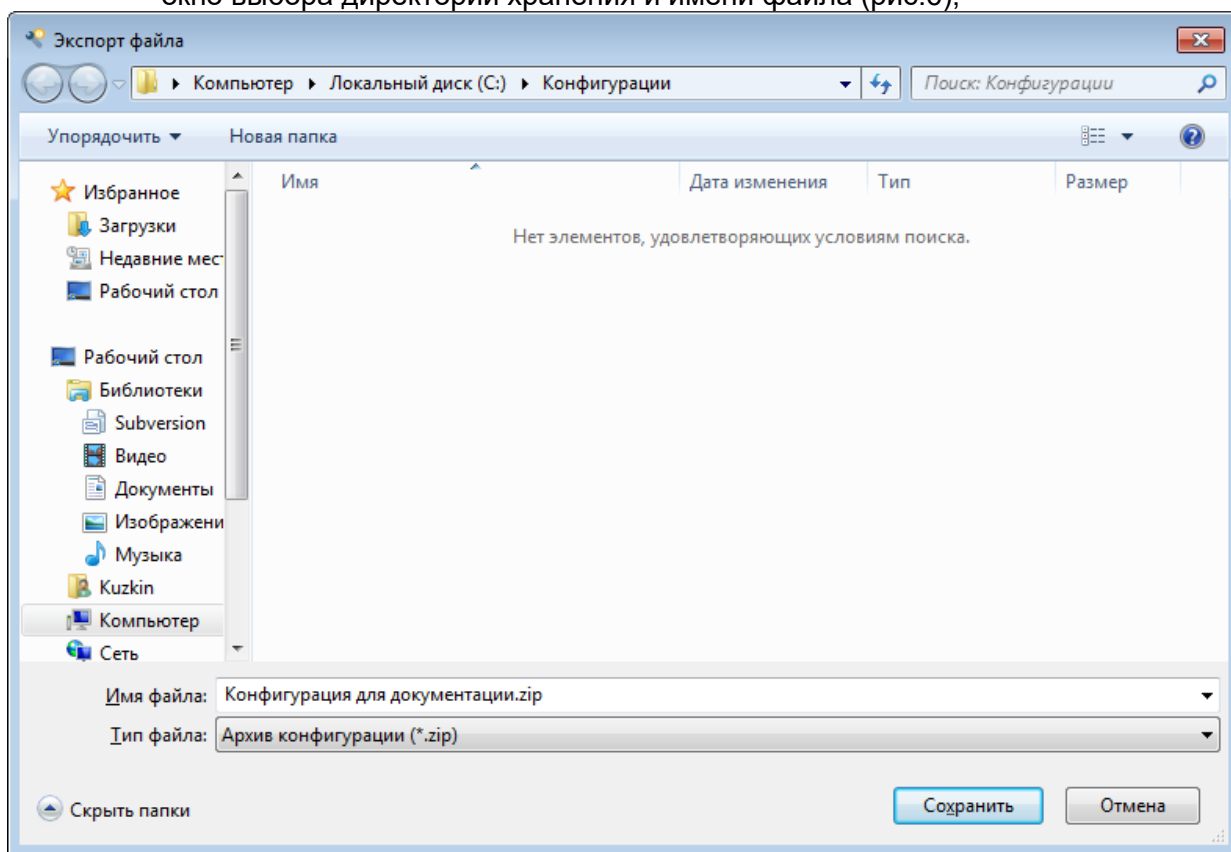

Рис. 6. Экспорт конфигурации
- Экспорт конфигурации – при вызове этой функции будет открыто диалоговое окно выбора директории хранения и имени файла (рис.6);